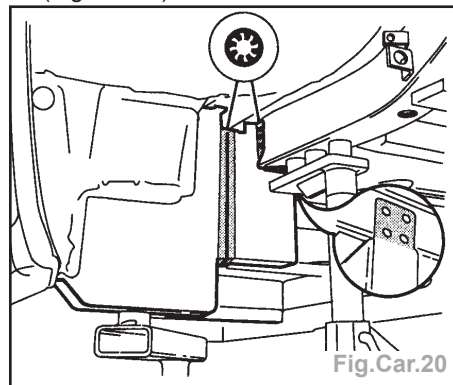

Fig.Car.20
- la tôle de liaison du marchepied par bouchonnage sous gaz de protection (Fig.Car.20).